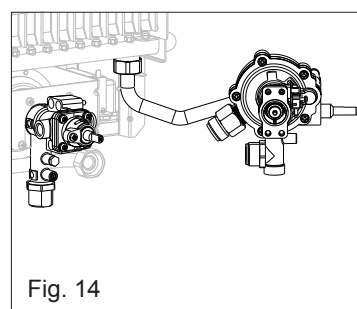

Fig. 14
- Tourner vers la droite l'ensemble eau/gas indiqués à la fig. 14